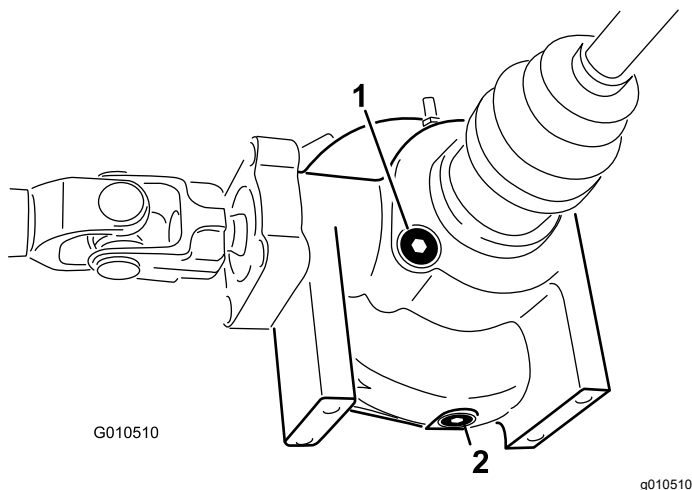

Figura 53
2. Limpie la zona alrededor del tapón de vaciado en el lateral del diferencial (Figura 53).